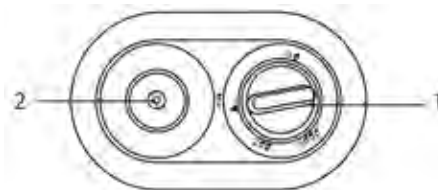

Рис. 2
### Панель управления (рис. 2)
2. Нажмите и плавнo поверните ручку регулировки газа на панели управления в положение (1σ) (рисунок 2). Продолжайте удерживать в нажатом положении ручку регулировки газа в течение 20-30 секунд. Одновременно несколько раз нажимайте кнопку пьезоподжига, до тех пор, пока не загорится запальная горелка. Каждый раз, как Вы нажимаете на кнопку пьезоподжига, Вы можете слышать громкий щелчок и видеть искру на электроде пьезоподжига. Продолжайте удерживать ручку регулировки газа в нажатом положении в течение 10-15 секунд с момента зажигания факела запальной горелки для активации датчика наличия пламени.